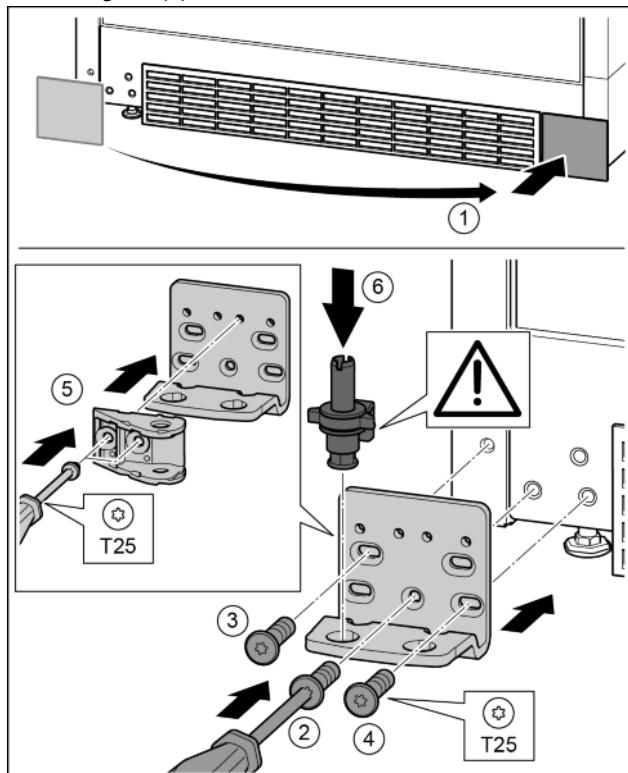

Fig. 34
- Снять крышку и поставить с другой стороны. Fig. 34 (1)
- Установить опорный кронштейн с другой стороны и прикрутить с помощью отвертки T25. Начинать с винта 2 в центре. Fig. 34 (2)
- Затянуть винты 3 и 4. Fig. 34 (3, 4)
- Повернуть соединительный элемент амортизатора закрывания дверей на 180°. Прикрутить с другой стороны опорного кронштейна с помощью отвертки T25. Fig. 34 (5)
- Снова установить опорный палец в сборе. При этом следить за тем, чтобы выступ фиксатора был направлен назад. Fig. 34 (6)